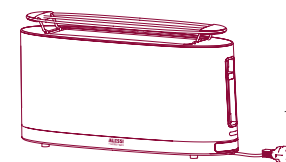

Fig. 10
- 1 Posizionate la griglia scaldabrioche sopra il Tostapane (fig. 10).